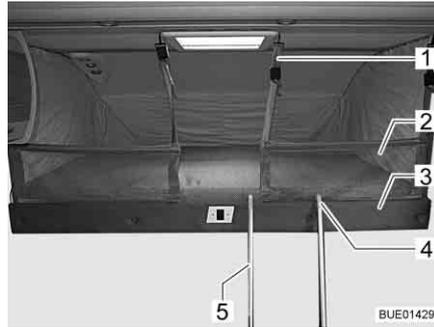

Fig. 136 Cama elevada con red de seguridad tendida
Si hay una red de seguridad (Fig. 136,2), esta se encuentra junto con los cinturones de retención en la cama elevada, debajo del colchón. Tender la red de seguridad cuando las personas ya se encuentren en la cama elevada.
- Enganchar los cinturones de retención (Fig. 136,1) en los ganchos del techo.
- Enganchar la escalera de peldaños (Fig. 136,5) con las dos horquillas (Fig. 136,4) en el agarradero (Fig. 136,3) de la cama elevada.